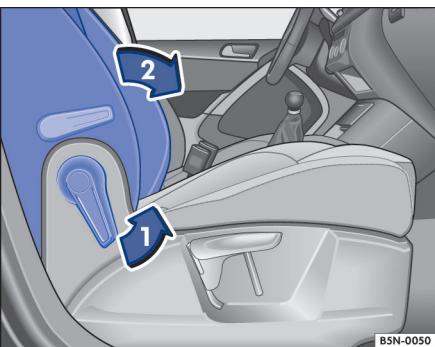

Fig. 74 Banco do passageiro dianteiro: rebater o encosto para frente.
- Destrar o encosto do banco do passageiro dianteiro no sentido da seta → Fig. 74 1.
- Rebater o encosto do banco do passageiro dianteiro para frente, no sentido da seta → Fig. 74 2, para a posição horizontal.